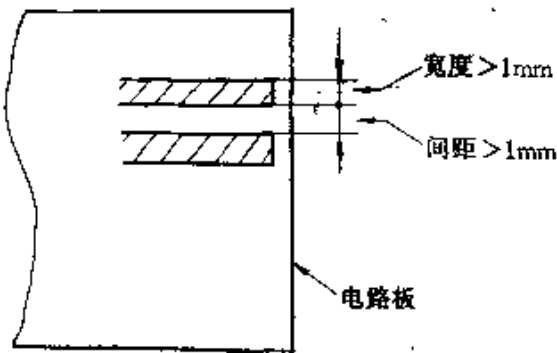

图 3-8
⑧ 印制电路板上的线条宽度和线条间距应尽量大些,以保证电气要求和足够的机械强度。在一般的电子制作中,可使线条宽度和线条间距分别大于 1mm,如图 3-8 所示。